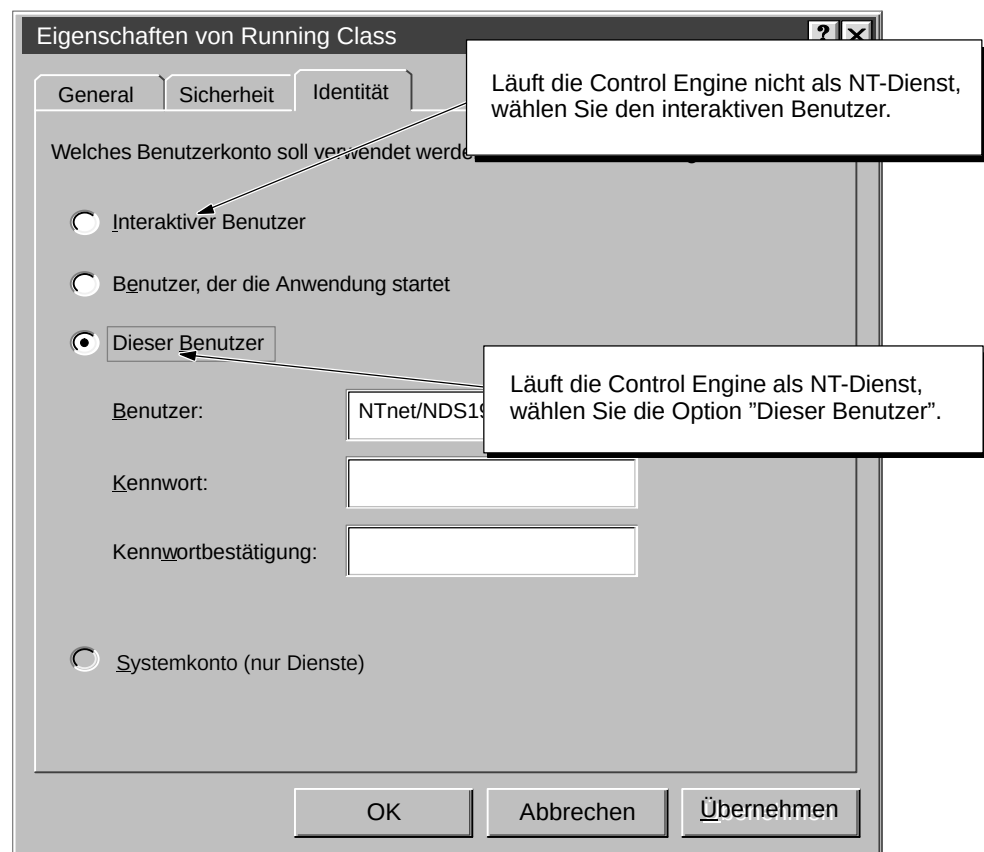

Bild E-12 Einrichten der DCOM-Identitätsberechtigungen für den Server
- Öffnen Sie das Register "Identität" und wählen Sie den Benutzer aus, der Zugriff auf den Server haben soll (siehe Bild E-12).